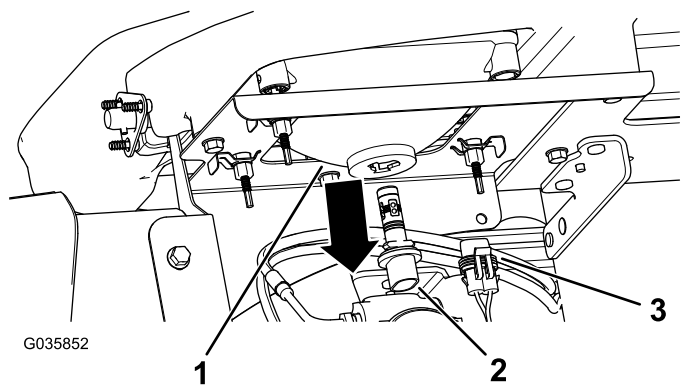

Figura 52
3. Desligue o conector elétrico para a cablagem do conector do conjunto da lâmpada, na parte de trás do compartimento do farol (Figura 52).
4. Rode o conjunto da lâmpada $\frac{1}{4}$ de volta para a esquerda e mova-o para trás, para fora do compartimento do farol (Figura 52).
5. Insira o novo conjunto da lâmpada e compartimento do farol e alinhe as linguetas no conjunto da lâmpada com as ranhuras no compartimento do farol (Figura 52).
6. Fixe o conjunto da lâmpada rodando-o 1/4 de volta para a direita (Figura 52).
7. Ligue o conector elétrico para a cablagem ao conector do novo conjunto da lâmpada (Figura 52).